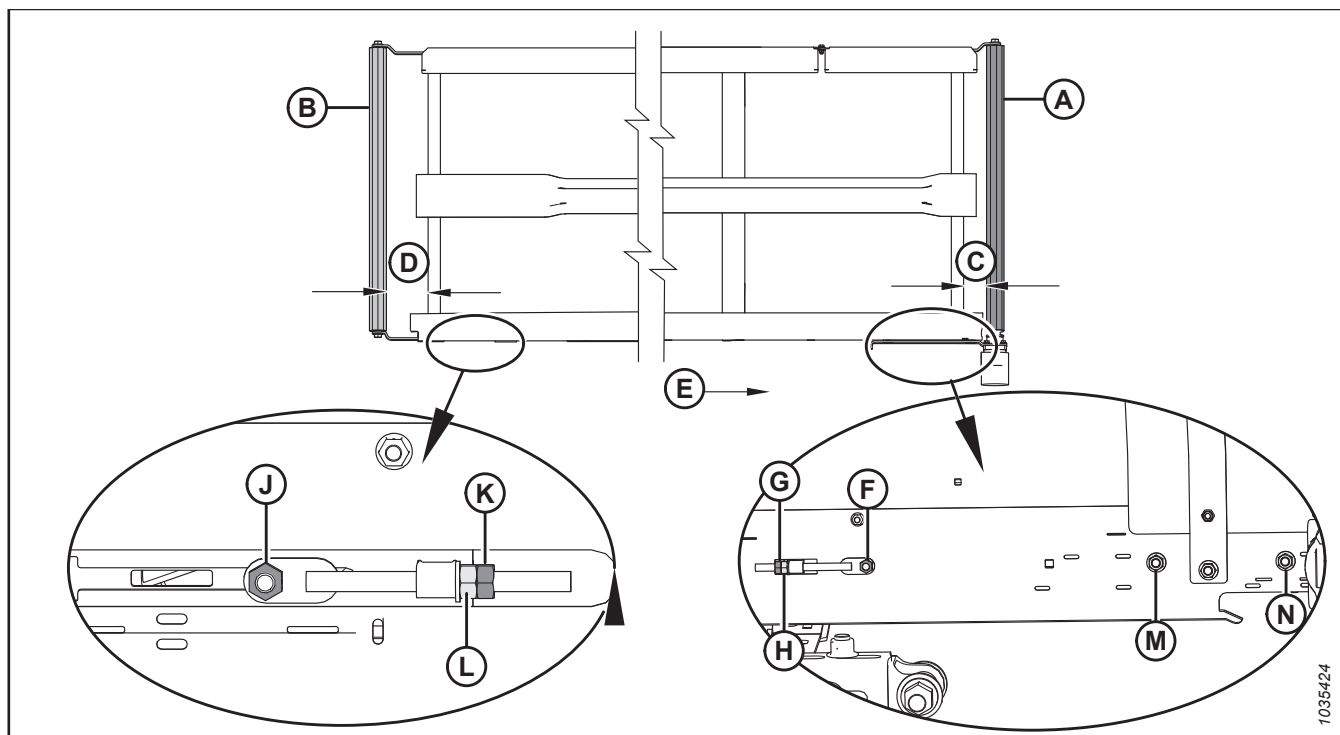

Рисунок 4.248: Регулировка хода полотна — левое полотно
2. Отрегулируйте приводной ролик (А), чтобы изменить параметр С (см. таблицу 4.2, страница 416 и рисунок 4.248, страница 416), выполнив следующее.
- a. Ослабьте гайки (F), (M) и (N), а также контргайку (G).
- b. Поверните регулировочную гайку (H).
- c. Затяните гайки (F), (M) и (N), а также контргайку (G).
3. Отрегулируйте натяжной ролик (В), чтобы изменить параметр D (см. таблицу 4.2, страница 416 и рисунок 4.248, страница 416), выполнив следующее.
- a. Ослабьте гайку (J) и контргайку (K).
- b. Поверните регулировочную гайку (L).